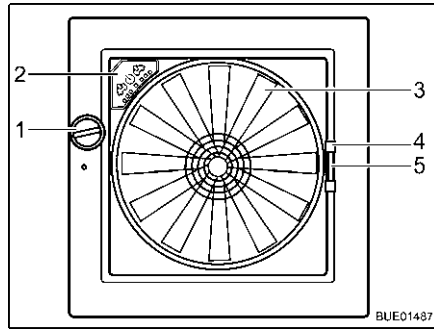

Fig. 133 Claraboya Omni-Vent
- Abrir:** ■ Girar el botón giratorio (Fig. 133,1) hasta alcanzar el ángulo de apertura deseado.
- Cerrar:** ■ Girar el botón giratorio (Fig. 133,1) hasta que la claraboya esté completamente cerrada.
- Cerrar:** ■ Tirar del tirador (Fig. 133,4) de la protección contra insectos hacia el lado opuesto del marco.
- Cerrar:** ■ Comprimir el tirador (Fig. 133,5) del oscurecedor.
Cuando la claraboya está abierta, el interior se puede ventilar y purgar de aire con el ventilador de 6 niveles (Fig. 133,3). El ventilador se maneja a través del cuadro de mando (Fig. 133,2).